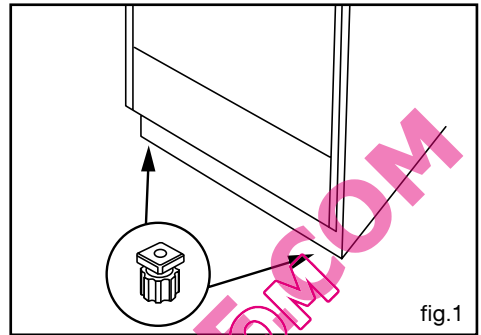

fig.1
• *Plat lèchefrite multi-usages fig.1*
Vous devez respecter la cote d'encastrement suivante (fig.1, vue de dessus):
- Enfoncez un tournevis entre la tôle du capot et la trappe puis faites pivoter la trappe (fig.1).
(suivant modèle) fig.1